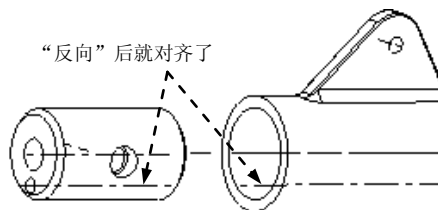

图 12.5.2 使偏轴线对齐
⑤ 如果元件 body 上的 offset_axis 偏轴线与活塞上的偏孔轴线不对齐，单击操控板中的 按钮使其对齐（图 12.5.2）。